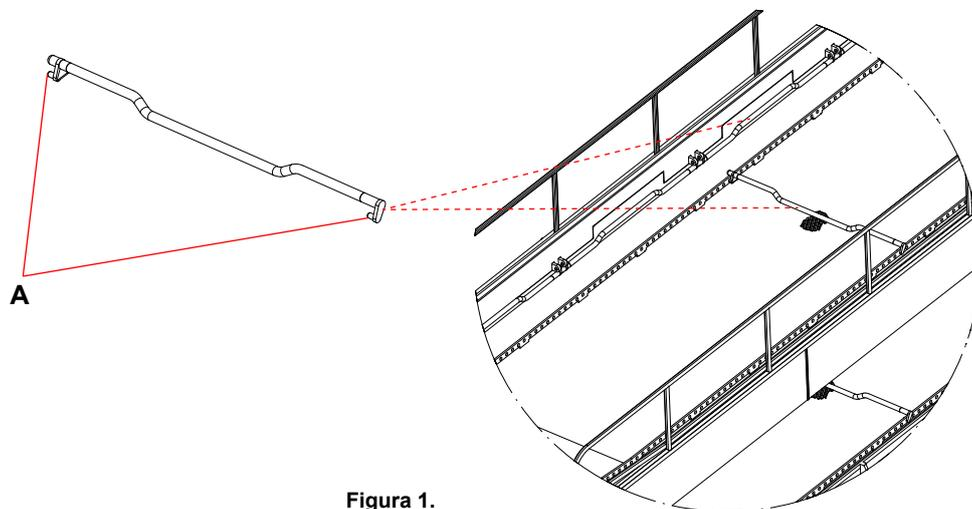

Figura 1.
1) Instalação de bloqueadores de rodas (**fig.1**) - Usar pinças de plástico e uma gotícula mínima de cola branca de madeira em cada pino de encaixe "A". Os bloqueadores podem ser colocados em posição de descanso nas laterais ou em posição de trabalho como ilustra a figura 1.